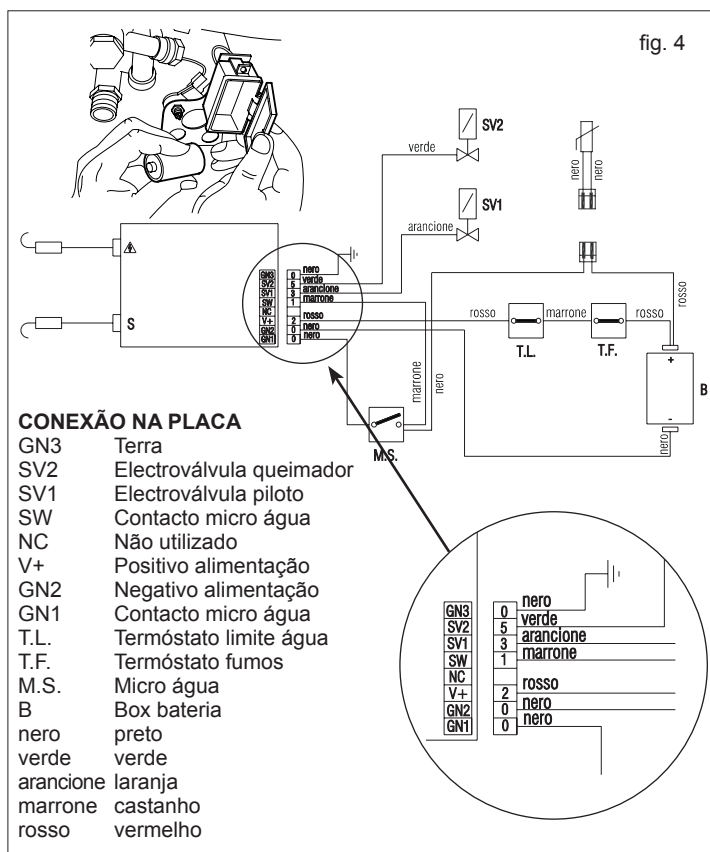

fig. 4
2.d Conexão eléctrica com bateria (fig. 4)